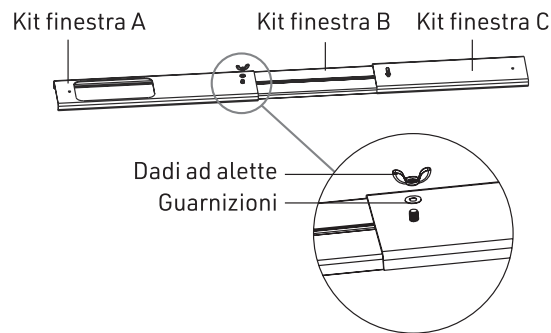

Fig. 6
- 7.) Come illustrato in fig. 6, capovolgere la staffa, inserire prima la guarnizione, poi la vite ad alette e stringere;